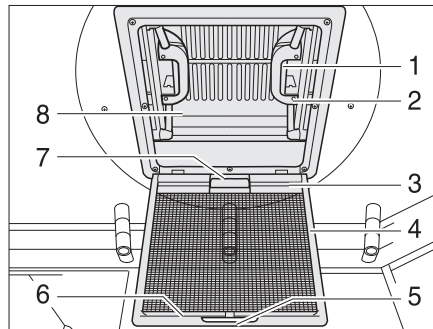

Fig. 40 Lanterneau à poussoirs
- Tirer sur la poignée (Fig. 40,5).
- Rabattre la moustiquaire (Fig. 40,4) vers le bas.
- Appuyer sur le verrou (Fig. 40,1) vers l'intérieur du lanterneau (Fig. 40,8). Pousser le lanterneau simultanément vers le haut par la poignée (Fig. 40,2).
- Faire basculer la moustiquaire (Fig. 40,4) vers le haut jusqu'à ce qu'elle s'enclenche.
- Tirer fortement le lanterneau (Fig. 40,8) vers le bas par les deux poignées (Fig. 40,2) jusqu'à ce que les deux verrous (Fig. 40,1) s'encliquettent.
- Tirer le store occultant par la poignée (Fig. 40,7) et accrocher la barre d'accrochage (Fig. 40,3) dans la barre de retenue (Fig. 40,6) de la moustiquaire.
- Détacher la barre d'accrochage (Fig. 40,3) de la barre de retenue (Fig. 40,6) et laisser revenir lentement le store occultant.